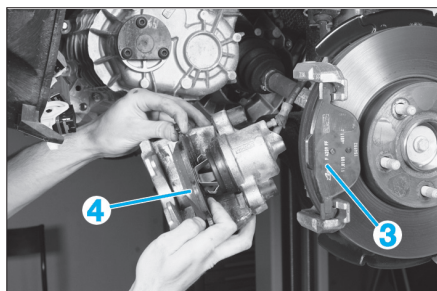

FIG. 4
- Récupérer la plaquette (3) restée sur le support d'étrier et déclipser la deuxième plaquette (4) du piston (Fig.4).